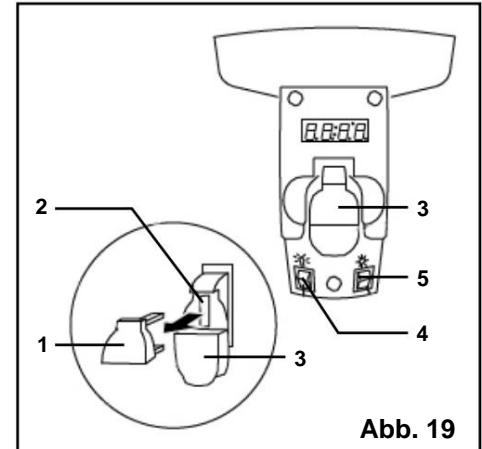

Abb. 19
EIN-/AUS-SCHALTER DER BOHRMASCHINE (ABB. 19)
1. Um die Bohrmaschine einzuschalten, stecken Sie den gelben Sicherheitsschlüssel (Abb. 19 - 1) in das Schaltergehäuse (Abb. 19 - 2). Aus Sicherheitsgründen kann der Schalter ohne den Sicherheitsschlüssel nicht eingeschaltet werden.
4. Um den Schalter in der Stellung OFF zu verriegeln, ziehen Sie den Sicherheitsschlüssel (Abb. 19 - 1) vom Schalter ab. Bewahren Sie den Sicherheitsschlüssel an einem sicheren Ort außerhalb der Reichweite von Kindern auf.
EIN-/AUS-SCHALTER FÜR LICHT UND LASERLINIE (ABB. 19)
Der Lichtschalter (Abb. 19 - 3) befindet sich auf der Lampenabdeckung.
Der Laserschalter (Abb. 19 - 4) befindet sich rechts unterhalb des Ein-/Ausschalters.